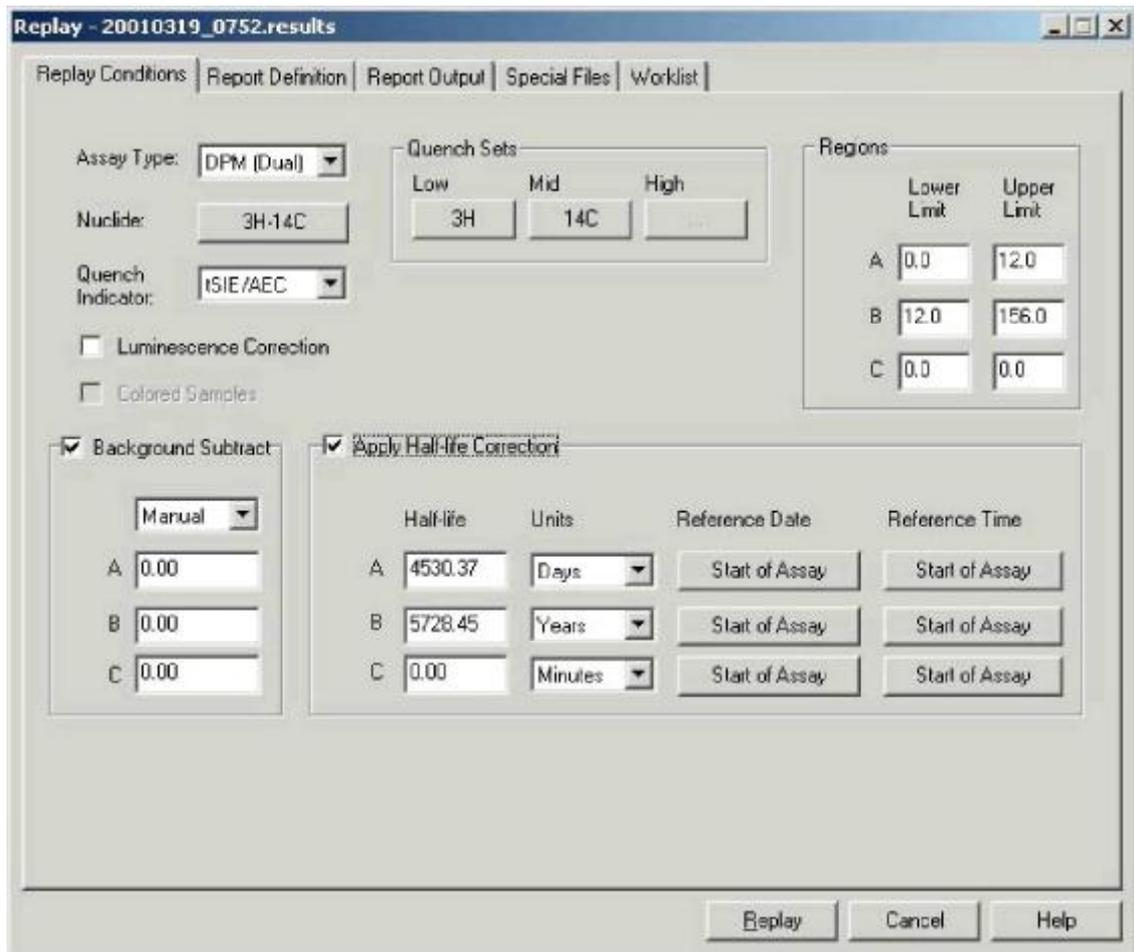

Рисунок 2-18. Вкладка Replay Conditions (Условия повтора) окна Replay (Повтор).
4. Когда появляется окно *Replay (Повтор)* (Рисунок 2-18, страница 44), необходимо сделать следующие действия: